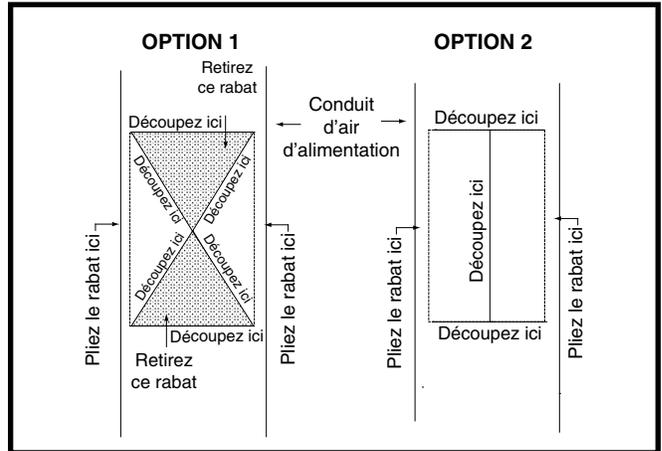

Figure 11. Ouvertures étroites de conduit d'air
1. Tracez et découpez le haut du conduit d'alimentation en air tel qu'indiqué dans l'Option 1 ou l'Option 2. Voyez la Figure 11 \(page 8\). **REMARQUE :** Si l'Option 1 est sélectionnée, découpez le métal dans la zone ombrée.